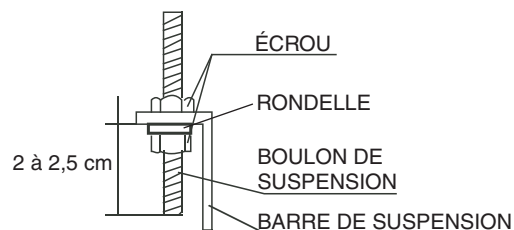

Figure 7 — Installation du bras suspendu
2. Maintenez les bras suspendus en position avec des contre-écrous et des rondelles sur les deux côtés. Assurez-vous que la tige filetée ne dépasse pas de plus de 2,5 cm en dessous du trou de montage du bras suspendu, comme il est illustré à la fig. 7.